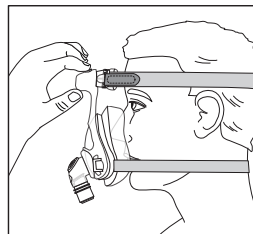

Figura 5
4. **Botón ajustador de la frente** - Pulse y mantenga pulsado para deslizar el armazón hacia la cara o retirarlo de la cara, de forma que se ajuste la presión (Figura 5). Esto reducirá o aumentará la presión en el puente de la nariz y la barbilla.